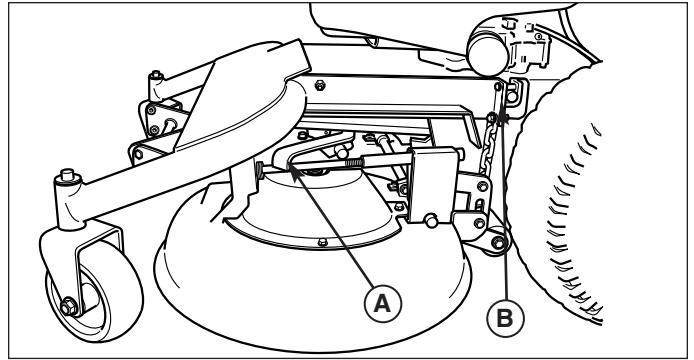

Figure 6. Accès à la plate-forme de tondeuse
3. À l'aide du levier à ressort de poulie folle (A, Figure 6), relâcher la tension de la courroie de PDF et enlever la courroie de la poulie du moteur.
4. Enlever les goupilles et les clips (B, Figure 6) des deux côtés du châssis.
4. Installer les goupilles clevis et les clips (B, Figure 6).